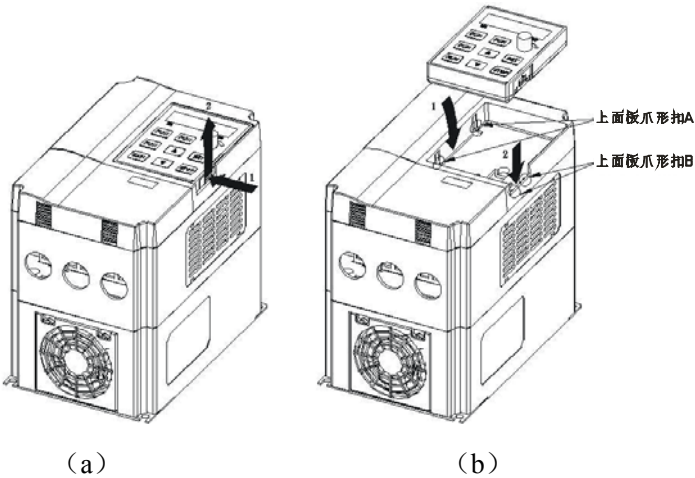

图 2-4 键盘拆装示意图
(1) 键盘的拆卸：如图 2-4 (a)，向 1 方向按下键盘侧面的锁扣，使其与上面板脱钩，请向 2 方向抬起即可取下键盘。
(2) 键盘的安装：如图 2-4 (b)，将键盘从 1 方向卡住爪形扣 A(2 处)，接着朝 2 方向按下直至听见“咔嚓”声，卡住爪形扣 B(2 处)。